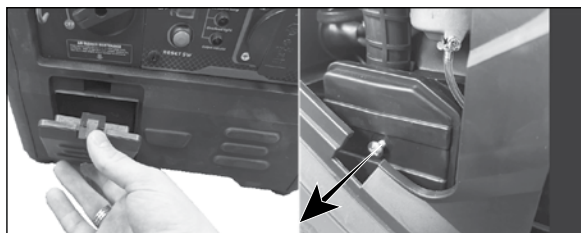

Рис. 19
2. Откройте крышку воздушного фильтра (рис. 19).